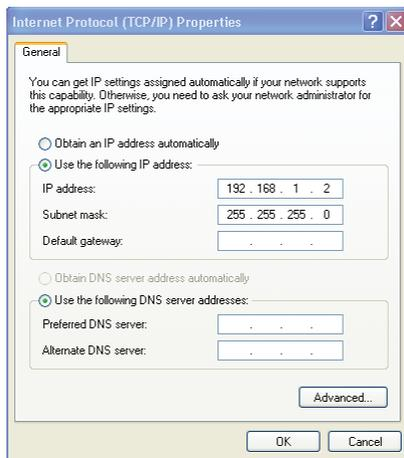

Рис. 6. Окно свойств интернет-протокола (TCP/IP)
7. Выберите **Use the following IP Address (Использовать следующий сетевой адрес)** и заполните поля в соответствии с рис. 6.